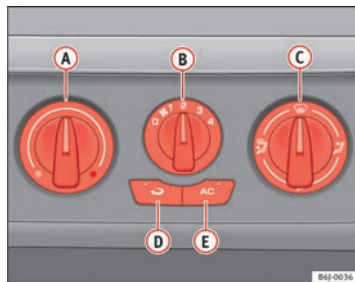

Abb. 103 In der Instrumententafel: Bedienelemente Klimaanlage
- Schalten Sie die Klimaanlage mit der Taste  **Abb. 103**  aus (die Kontrollleuchte in der Taste erlischt).
- Schalten Sie die Klimaanlage mit der Taste  **Abb. 103**  ein (die Kontrollleuchte in der Taste *muss* aufleuchten).
Im Umluftbetrieb ⇒ Abb. 103  (in der Taste leuchtet eine Kontrollleuchte auf) wird verhindert, dass starke Umweltgerüche in das Fahrzeuginnere gelangen können, die beispielsweise beim Durchfahren eines Tunnels oder in einem Stau auftreten können.